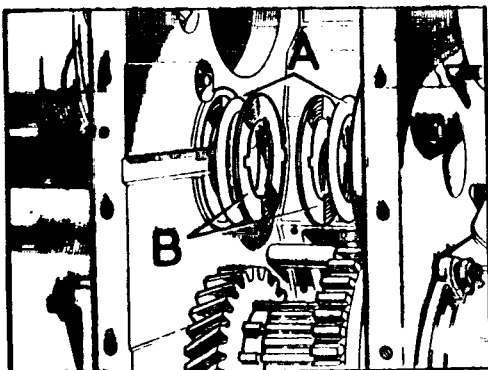

Fig. C-30 Arandelas y suplementos del eje intermedio
- 1.6. Retirar las arandelas, B (Fig. C-30 y, si lleva, los suplementos, A, situados entre cada extremo del piñón intermedio del cárter de la caja.
- 2.3. Instalar los suplementos, A (Fig. C-30) para el eje intermedio, entre las arandelas, B y el cárter, asegurándose que el costado de bronce de las arandelas queda hacia el eje intermedio, utilizando grasa para mantenerlos en su sitio.